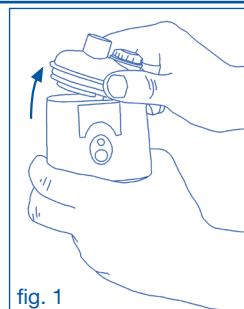

fig. 1
1. Enlevez la partie supérieure (A3) du corps de l'appareil (fig. 1)
- Séparer l'appareil (A) de l'alimentateur en débranchant le câble d'alimentation (G).
- Retirer la partie supérieure (A3) du corps de l'appareil (fig. 1) et l'accessoire raccordé.